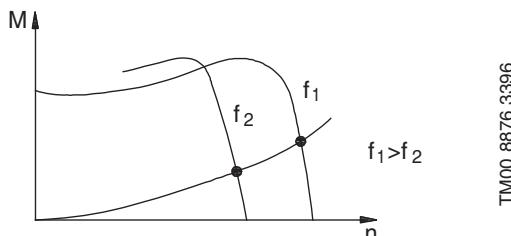

Рис. 78 Смещение характеристики крутящего момента электродвигателя
Контроль частоты / напряжения приводит к смещению характеристики крутящего момента, за счет чего изменяется частоту вращения. На рис. 78 представлена характеристика крутящего момента электродвигателя (T), как функция скорости (n) при разных частотах / напряжениях. На этой же диаграмме показана характеристика нагрузки насоса. Как видно из графика, частота вращения меняется за счет изменения частоты / напряжения электродвигателя. Преобразователь частоты меняет частоту и напряжение, поэтому можно сделать заключение, что основной задачей преобразователя частоты является изменение постоянного напряжения / частоты, например 3x400 В / 50 Гц в другие напряжения / частоты.